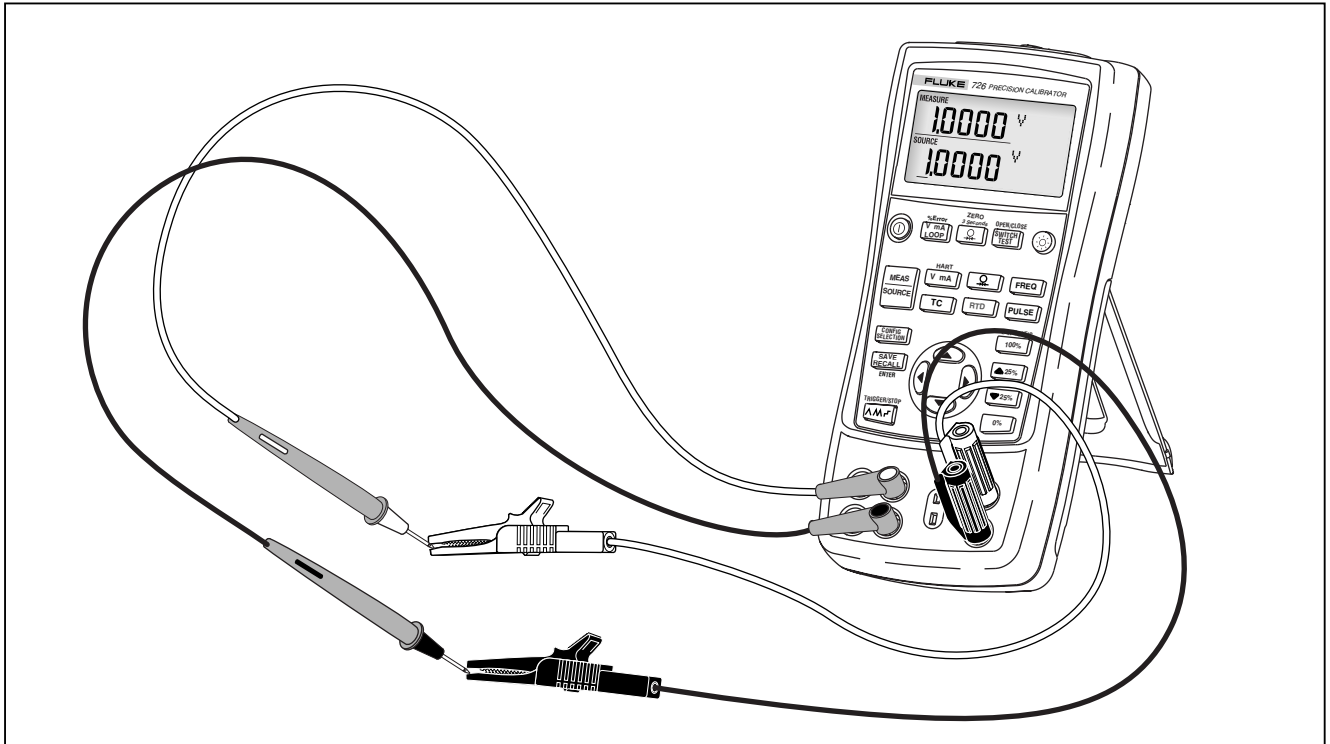

Figure 6. Test de tension-tension
1. Reliez la sortie tension du calibrateur à son entrée tension conformément à la figure 6.